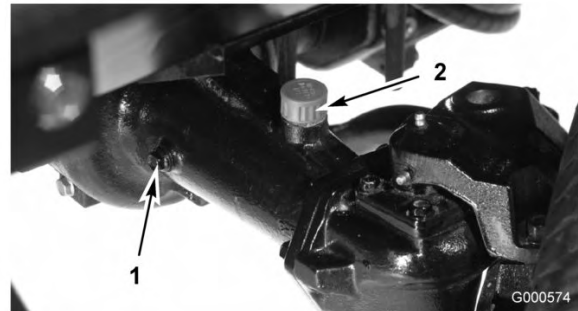

Bild 47
2. Entfernen Sie die Prüfschraube aus einem Ende der Achse (Bild 47) und stellen sicher, dass der Schmierstoff die Unterseite des Lochs erreicht. Entfernen Sie bei niedrigem Ölstand die Füllschraube (Bild 47) und füllen genug Öl ein, um den Stand bis an die Unterseite der Prüfschraubenöffnungen anzuheben.